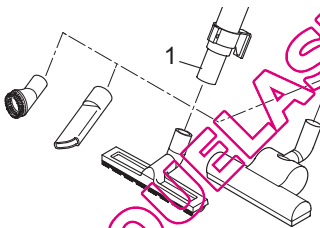

Abb. 8
2. Ziehen Sie die vorhandene Düse vom Teleskoprohr (Abb. 8/1) ab.
3. Stecken Sie die gewünschte Düse auf das untere Ende des Teleskoprohrs (Abb. 8/1) oder bei Bedarf direkt auf den Handgriff (Abb. 1/6).